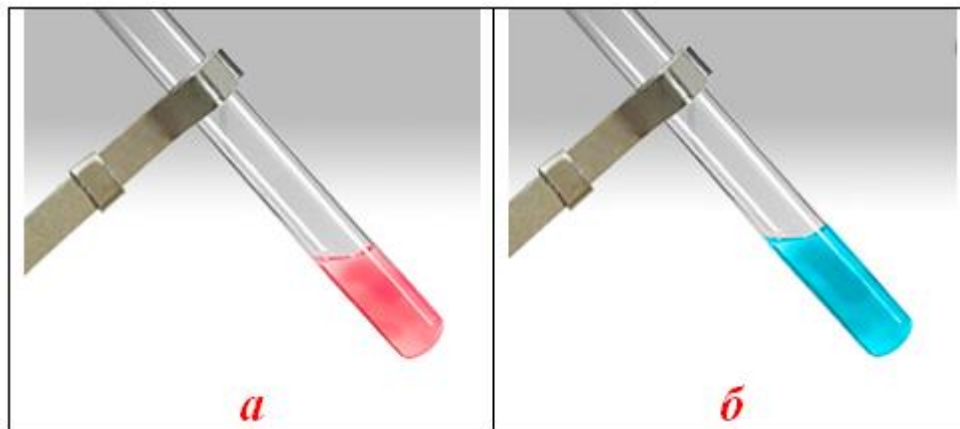

Рисунок 5.16 – Забарвлення розчинів кобальт (II) хлориду  $\text{CoCl}_2$  при утворенні:
Навіть забарвлення різних розчинів однієї сполуки відрізняються залежно від природи розчинника. Наприклад, при гідратації солі кобальту (II) водний розчин набуває рожевого кольору, а при сольватації цієї ж солі в ацетоні – блакитного (рис. 5.16). Подібним чином поведуть себе більшість солей і деякі представники інших класів неорганічних сполук.